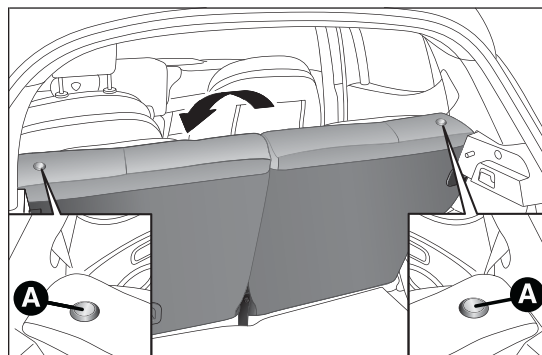

fig. 62
- ❑ appuyer sur le bouton de déblocage A fig. 62 pour rabattre la partie gauche ou droite du dossier, puis accompagner le dossier sur le coussin.